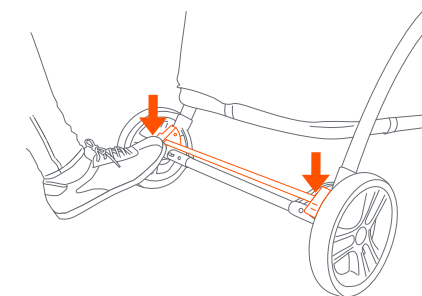

Fig. 12a
- 12)** • Para activar los frenos, aplique una leve presión hacia abajo en las palancas de freno del eje trasero. El carrito podría requerir un leve movimiento hacia delante o hacia atrás para alinear los dientes del freno con el piñón del freno de cada rueda (Fig. 12a).